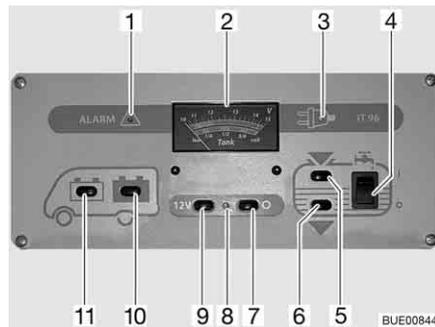

Bild 150 Panel IT 96-2
Der 12-V-Hauptschalter (Bild 150,7 und 9) schaltet das Panel und die 12-V-Versorgung des Wohnraums ein und aus.
Einschalten: ■ Schalter (Bild 150,9) drücken "12 V": Die 12-V-Versorgung des Wohnraums ist eingeschaltet. Die Kontroll-Leuchte (Bild 150,8) leuchtet grün.
Ausschalten: ■ Schalter (Bild 150,7) drücken "O": Die 12-V-Versorgung des Wohnraums ist ausgeschaltet. Die Kontroll-Leuchte (Bild 150,8) erlischt.
Beim Anzeigeeinstrument V/Tank (Bild 150,2) die obere Skala beachten. Das Anzeigeeinstrument wird automatisch beleuchtet, sobald ein Schalter gedrückt wird.
- Schalter (Bild 150,11) drücken "☰": Die Batteriespannung der Starterbatterie wird angezeigt.
- Schalter (Bild 150,10) drücken "☰": Die Batteriespannung der Wohnraumbatterie wird angezeigt.
Beim Anzeigeeinstrument V/Tank (Bild 150,2) die untere Skala beachten. Das Anzeigeeinstrument wird automatisch beleuchtet, sobald ein Schalter gedrückt wird.
- Schalter (Bild 150,5) drücken "": Die Wassermenge wird angezeigt.
- Schalter (Bild 150,6) drücken "": Die Abwassermenge wird angezeigt.
- Wippschalter (Bild 150,4) oben drücken "I": Die Wasserversorgung ist eingeschaltet.
- Wippschalter (Bild 150,4) unten drücken "O": Die Wasserversorgung ist ausgeschaltet.
Die rote Warnleuchte "ALARM" (Bild 150,1) blinkt, sobald die Spannung der Wohnraumbatterie 11 V (Messung im laufenden Betrieb) unterschreitet und damit Tiefentladung droht.
Die 12-V-Kontroll-Leuchte (Bild 150,8) leuchtet, wenn der 12-V-Hauptschalter (Bild 150,9) eingeschaltet ist.
Die gelbe 230-V-Kontroll-Leuchte (Bild 150,3) leuchtet, wenn am Eingang des Elektroblocs Netzspannung vorhanden ist.